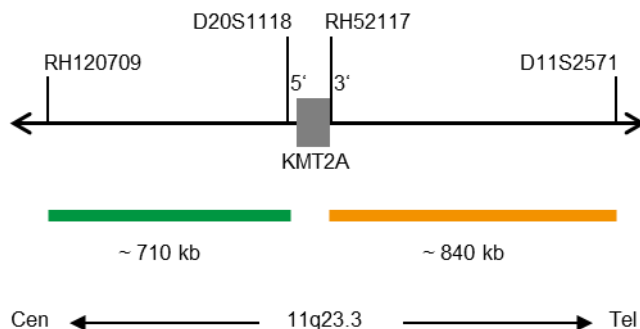

Abb. 1: SPEC KMT2A Sondenlokalisierung (nicht maßstabsgetreu)
- ZyGreen (Anregung 503 nm/Emission 528 nm) markierten Polynukleotiden (~10,0 ng/μl), die gegen Sequenzen in 11q23.3\* (chr11:117,574,074-118,284,029) gerichtet sind, welche proximal zur KMT2A-Bruchpunktregion lokalisiert sind (siehe Abb. 1).
- ZyOrange (Anregung 547 nm/Emission 572 nm) markierten Polynukleotiden (~4,5 ng/μl), die gegen Sequenzen in 11q23.3\* (chr11:118,399,293-119,237,675) gerichtet sind, welche distal zur KMT2A-Bruchpunktregion lokalisiert sind (siehe Abb. 1).